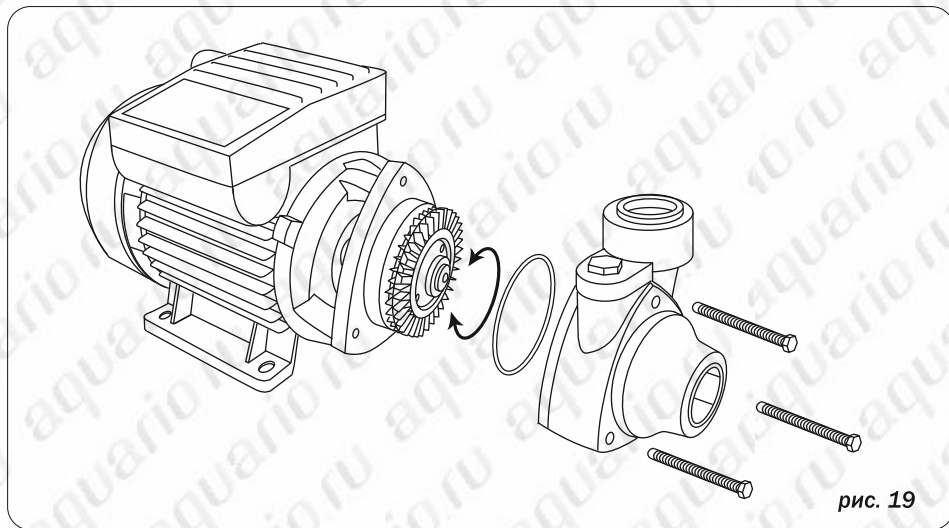

рис. 19
- В случае, если провернуть вал не удаётся, необходимо снять корпус насоса и провернуть рабочее колесо вручную. Затем очистить внутреннюю поверхность корпуса от ржавчины и установить его на место (рис.19).